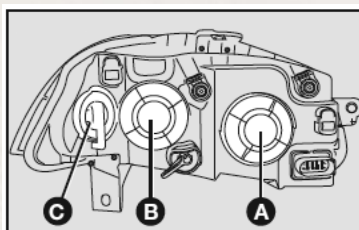
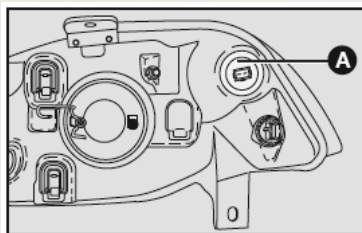

fig. 34
fig. 36
- 1) Girar la tapa A-fig. 34 (para sustituir la lámpara de luz baja) o la tapa B - fig. 34 (para sustituir la lámpara de luz alta) a la izquierda y quítela;
- 6) reinstalar la tapa A-fig. 36 o B - fig. 34, girándola a la derecha.
- 2) retirar el portalámparas A-fig. 36 girándolo a la izquierda;
- 2) Girar la tapa C - fig. 34 a la izquierda y quítela;